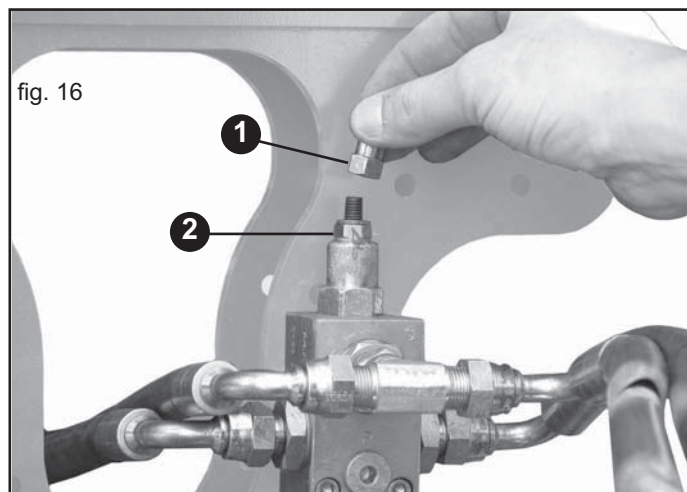

fig. 16
L'impianto oleodinamico dei telai laterali è dotato di una valvola (Fig. 16), che è opportunamente tarata a seconda delle dimensioni dell'attrezzatura con la pressione massima esercitabile all'impianto:
- 2) Svitare e togliere il tappo della valvola (1, Fig. 16) ed allentare il dato (2).
- 5) A regolazione ultimata, serrare il dado (2, Fig. 16) ed inserire il tappo della valvola (1).